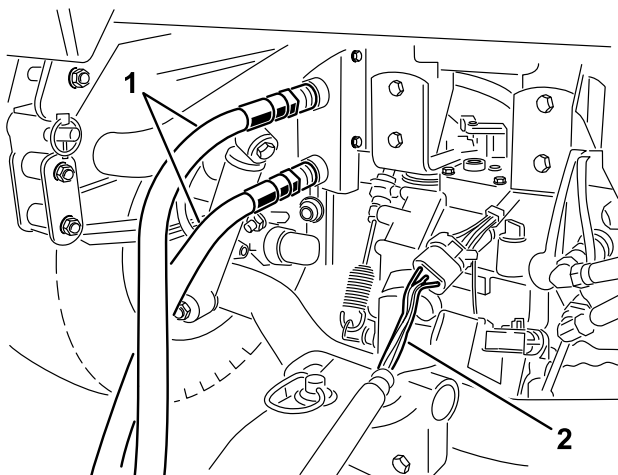

Figura 14
1. Ligue as mangueiras hidráulicas da máquina aos acopladores rápidos do veículo de reboque (Figura 14).
1. Ligue a cablagem da máquina à cablagem elétrica do veículo de reboque (Figura 14).